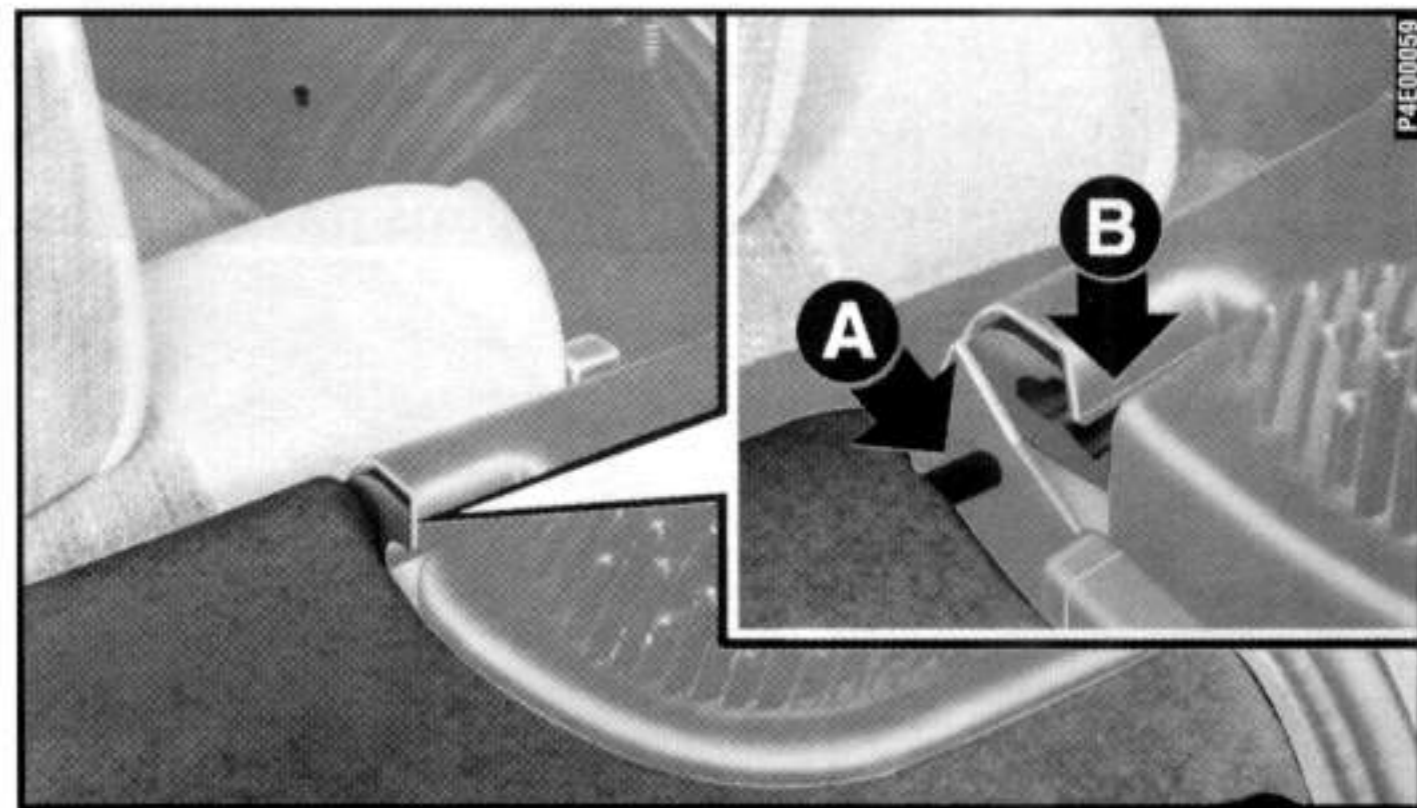

fig. 71
2) tirar os pinos **A-fig. 71** do bagagito das respectivas sedes **B** e removê-lo.